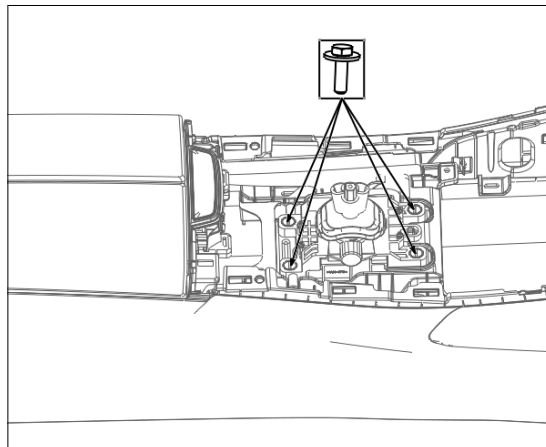

图 1.6.8 换挡机构的拆卸
- (3) 用六角套筒将固定换挡机构的四个螺栓松开并取出螺栓，拆下换挡机构，如图 1.6.8 所示：